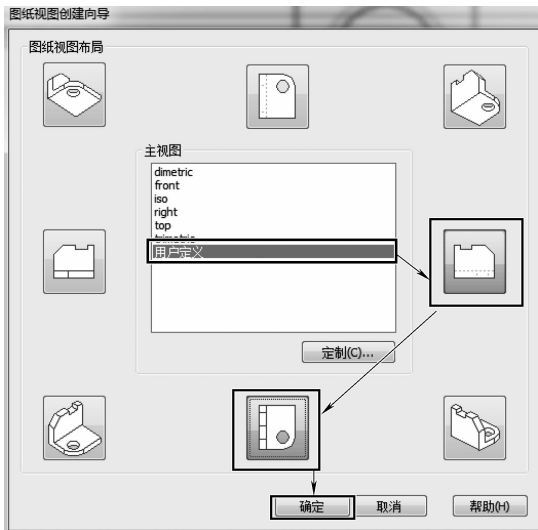

图 9-55 选择所需视图
- (4) 在【图纸视图创建向导】中，在【主视图】中选择刚设置的【用户定义】选项，因为本工程图首先需要显示出螺母零件图的三视图，所以再额外选择一个图标和一个，再单击【确定】按钮，如图 9-55 所示。